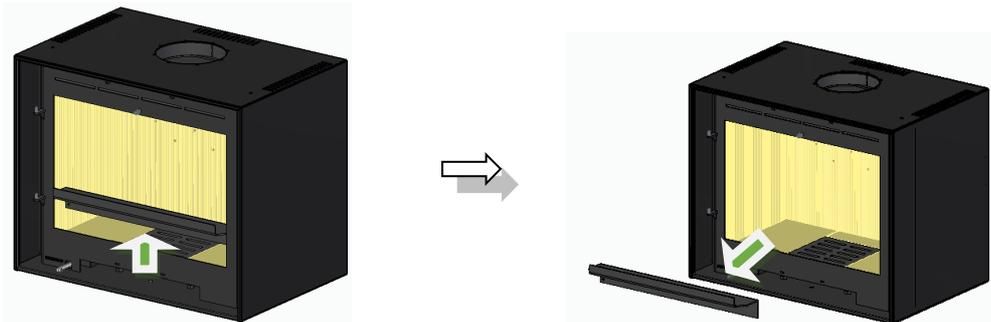

Figura 20 – Remoção da defletora de cinzas
1. Remova o defletor de cinzas deslocando para cima e retire-o do equipamento, ver Figura 20.